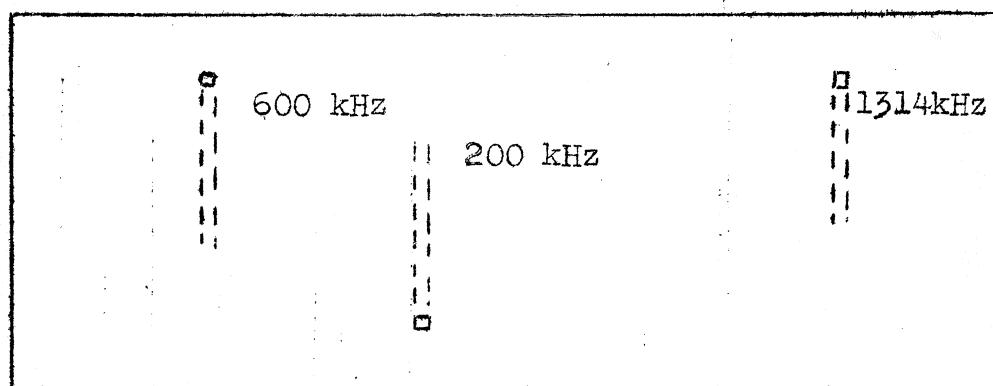

Bild 2 Skala AEG 2¹⁶ GW
- 4.) Abgleich: Verfahren wie beim AEG 2 M¹⁶ W (I, Abs.3). C-Quetsche (Pos.17) liegt an der entsprechenden Stelle zwischen Endröhre CL 4 und Sperrkreis (unterhalb Spulensatz). Einstellung des Skalenzeigers bei 1314 kHz gemäß Bild 2).
L-Abgleich nicht vorhanden, Zeigerstellung bei 600 und 200 kHz siehe ebenfalls Bild 2.